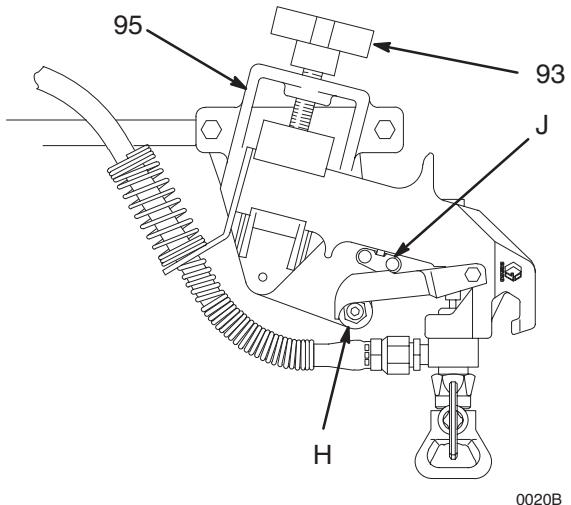

Рис. 4
1. Отсоедините тросы (402, H) обоих распылителей и поставьте пусковой механизм на предохранитель. См. Рис. 4.
2. Ослабьте головки держателей распылителей (93) и снимите распылители. Отложите их в сторону.
3. Снимите головки (G) зажимов (D) обеих кареток; зажимы штанги каретки (B) и удлинителя (F) отсоединяются.